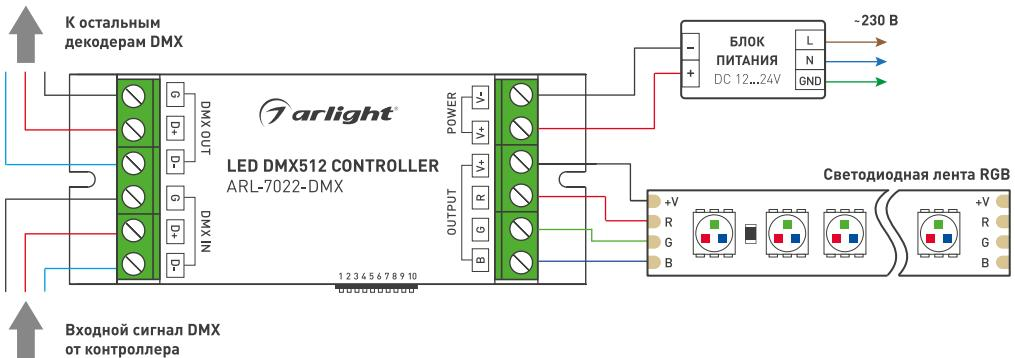

Рисунок 1. Схема подключения декодера
4. Подключите провода от DMX-контроллера ко входу DMX IN (см. рис. 1), соблюдая полярность. Соблюдение полярности обязательно, в противном случае управление декодером не будет осуществляться.
5. Подключите выход блока питания ко входу POWER декодера (см. рис. 1), соблюдая полярность.